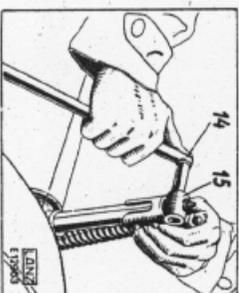

Bild 8. Innere Gabel
- c) Führungsstangen „14“ (Bild 8) in Gabeln „15“ einführen, Scheibe aufsetzen und versplinteln.